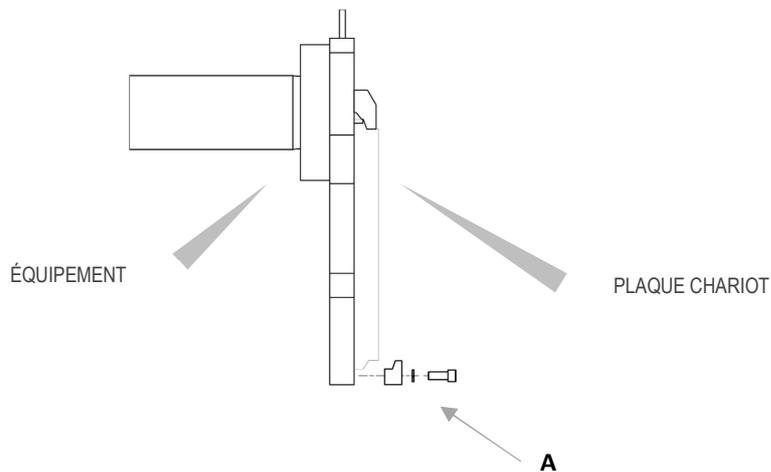

Figure 4
6. Revisser les 2 crochets inférieurs **G** (détail **A** sur la Figure 4) de manière à ce que le corps de ceux-ci reste également accroché en dessous de la plaque porte fourche **P** (avec jeu max. 1,5 mm, voir détail), en serrant avec le couple de serrage indiqué dans le Tableau 2.